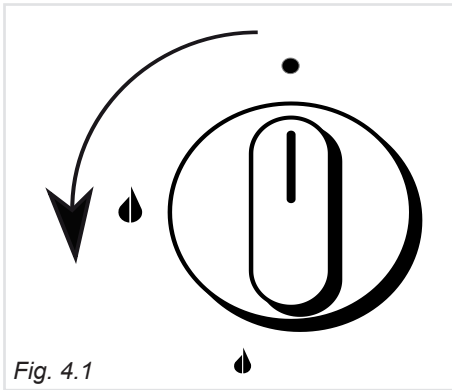

Fig. 4.1
L'afflusso del gas al bruciatore è regolato da un rubinetto, come i bruciatori del piano di lavoro (fig.4.1), che permette la regolazione del massimo e del minimo. Inoltre, questo rubinetto è dotato di una valvola di sicurezza che, allo spegnersi della fiamma, chiude automaticamente l'erogazione di gas.
L'arrivo del gas al bruciatore del forno è regolato da un rubinetto con valvolatura di sicurezza (fig. 4.1).
3. Premere a fondo e ruotare in senso antiorario la manopola del forno (fig. 4.1) fino a far coincidere l'indice della manopola con il simbolo  (fiamma grande = portata massima) sul pannello comandi.